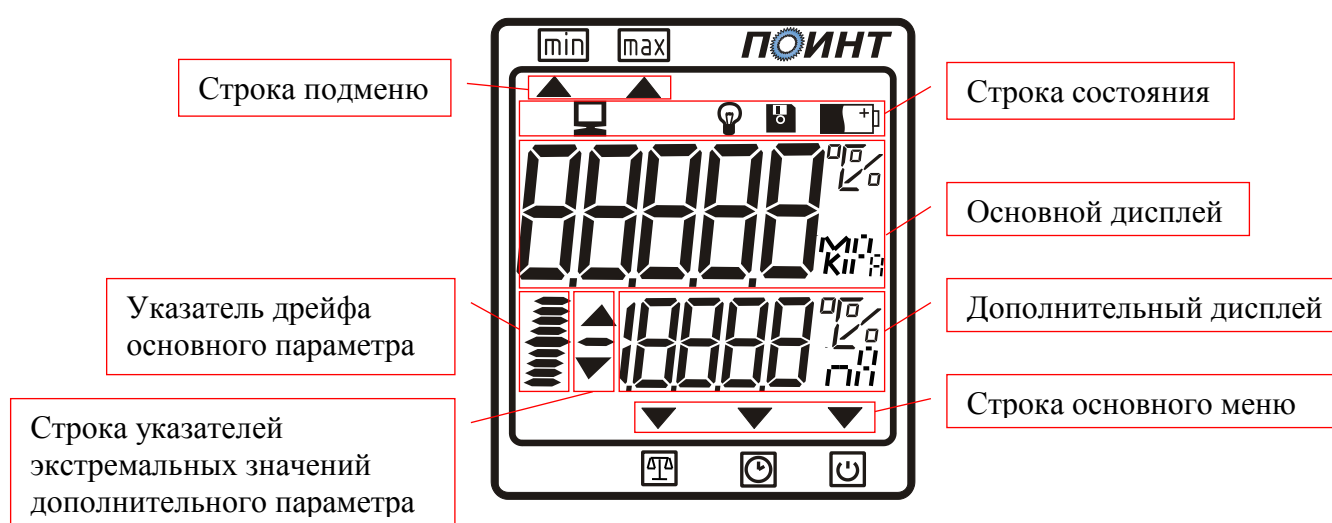

Рис.1
3.2. На лицевой панели измерителя расположен цифровой индикатор (рис.1), служащий для отображения информации и две кнопки управления. В верхней части прибора расположен разъем для подключения датчиков. На задней части измерителя находится батарейный отсек.
4.4. Описание основного дисплея. Измеритель имеет три рабочих режима: рабочий режим измерения, режим отображения текущего времени, режим выбора времени работы измерителя. Переключение между этими режимами производится нажатием левой кнопки измерителя. В зависимости от положения указателя «▼», который расположен в строке основного меню (рис.1), можно определить, в каком режиме находится измеритель. Так при положении указателя над значком  прибор будет настроен на рабочий режим измерения,  - режим отображения текущего времени,  - режим выбора времени работы измерителя. В рабочем режиме измерения на основном дисплее может выводиться значение физической величины соответствующая унифицированному сигналу постоянного тока в диапазонах от 0 до 5 или от 4 до 20 мА, Настройка этого параметра приведена в п.8.1. «Режим программирования». В режиме отображения текущего времени при нажатии на правую кнопку на индикаторе отображается текущий месяц, число и год. Установка этих параметров приведена в п.8.3.